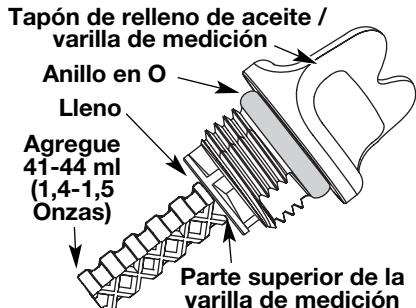

Fig. 28
- Retire el tapón de relleno de aceite / varilla de medición e inspeccione el nivel del aceite. El aceite debe llegar hasta la parte superior de la varilla de medición (Fig. 28).